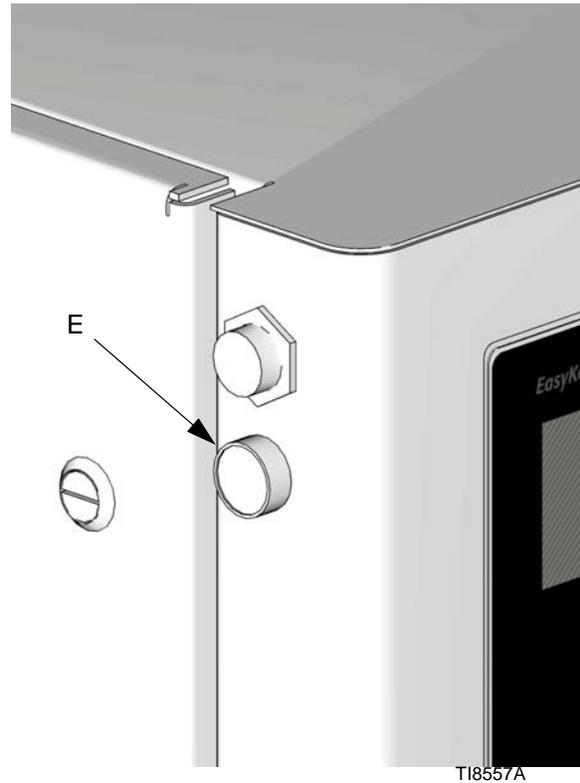

FIG. 44
El kit de llamada de mantenimiento está diseñado para indicar al usuario que se ha producido un problema que debe ser solucionado, pero la unidad seguirá funcionando si el problema no es serio. Con el kit de torre de indicadores luminosos opcional, el botón de llamada de mantenimiento (E) hace que la luz amarilla destelle, lo que hace que el problema resulte más obvio. Vea FIG. 44. Este kit incluye el actuador del botón pulsador y un mazo de cables interno para conectar el botón. Para obtener información adicional sobre la torre de indicadores luminosos, vea "Kit de torre de indicadores luminosos (253547)" en la página 80.